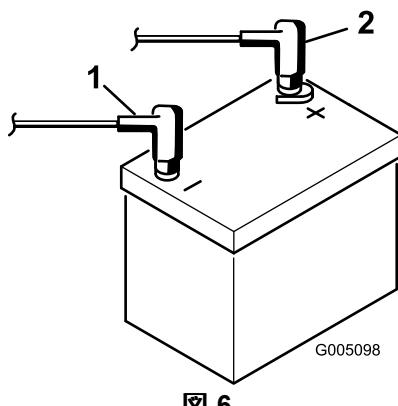

図 6
- スタータからの赤いケーブルを端子に固定する図 6。レンチで締め付けて固定し、ワセリンを塗布する。ケーブルが擦れて磨耗するような配線はさける。座席の最後部でケーブルを傷つけることがあるので特に注意すること。